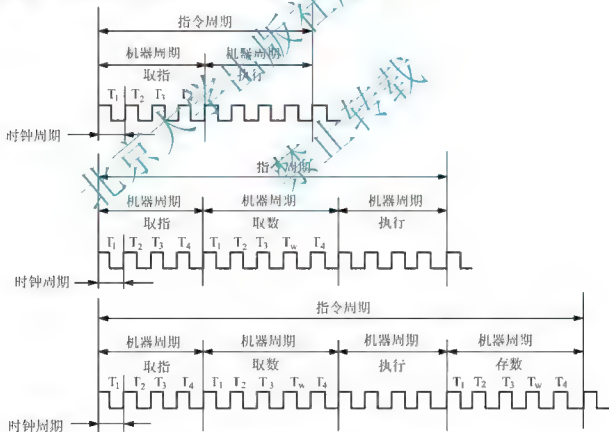
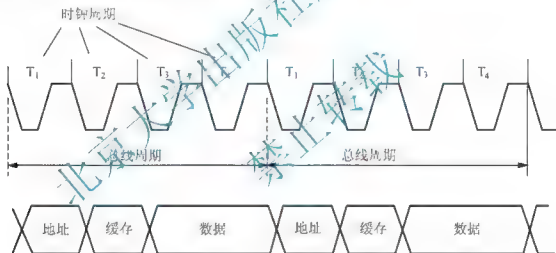

图 2.11 时钟周期、机器周期、指令周期的组成
图 2.12 典型的 8086/8088 总线周期序列
(1) 时钟周期:又称为 T 周期或 T 状态,由时钟发生器产生。时钟周期是计算机内部最小的时间单位,由计算机的主频决定。例如,8086/8088 的时钟频率(或主频)为 5MHz,故时钟周期(或 1 个 T 状态)为 200ns。
(2) 机器周期:计算机完成一个基本操作所花费的时间。在计算机中,为了便于管理,常把一条指令的执行过程划分为若干个阶段,每一阶段完成一项工作。例如,取指令、读内存、写内存等,每一项工作称为一个基本操作,完成一个基本操作所需要的时间称为机器周期。机器周期一般由若干个时钟周期组成,如图 2.11 所示。
或 I/O 接口存取一个字节或一个字时,就需要一个总线周期。8086/8088 CPU 的总线周期通常包含 4 个时钟周期,分别以 T_1 、 T_2 、 T_3 、 T_4 表示,如图 2.12 所示。在 T_1 状态 CPU 把要读/写的存储单元的地址或 I/O 端口的地址放到地址总线上。若是“写”总线周期,CPU 从 T_2 起到 T_4 ,把数据送到总线上,并写入内存单元或 I/O 端口;若是“读”总线周期,CPU 则从 T_3 起到 T_4 从总线上接收数据, T_2 状态时总线浮空,允许 CPU 有个缓冲时间把输出地址的写方式转换成输入数据的读方式。另外,快速的 CPU 与慢速的内存和 I/O 接口交换信息时,为了防止丢失数据,通常会在总线周期的 T_3 和 T_4 之间插入一些必要的等待状态 T_w (图 2.11),用来给予必要的时间延时。在等待状态期间,总线上的信息保持不变,其他一些控制信号也都保持不变。
8088 中不同指令的指令周期是不等长的。因为,一方面,一条指令的长短有所不同,大部分指令是 2 字节,最短的指令只有 1 字节,最长的指令可能要 6 字节;另一方面,指令执行的时间也不一样,指令的最短执行时间是两个时钟周期,一般的加、减、比较、逻辑操作是几十个时钟周期,最长的为 16 位数乘除法指令,约要 200 个时钟周期。指令周期一般由若干个机器周期组成,如图 2.12 所示。